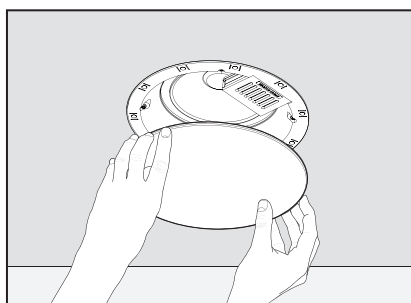

Fig. 5e
11. Appuyez doucement sur la grille pour la mettre en place (Fig. 5e et 6f).